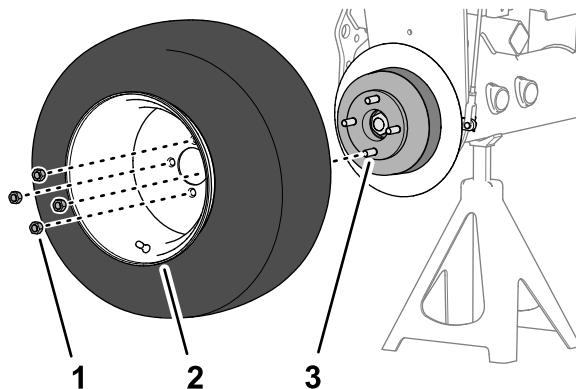

Bild 72
- Montieren Sie das Rad mit den vier Radmuttern (Bild 72) an der Nabe und ziehen Sie die Radmuttern handfest an.